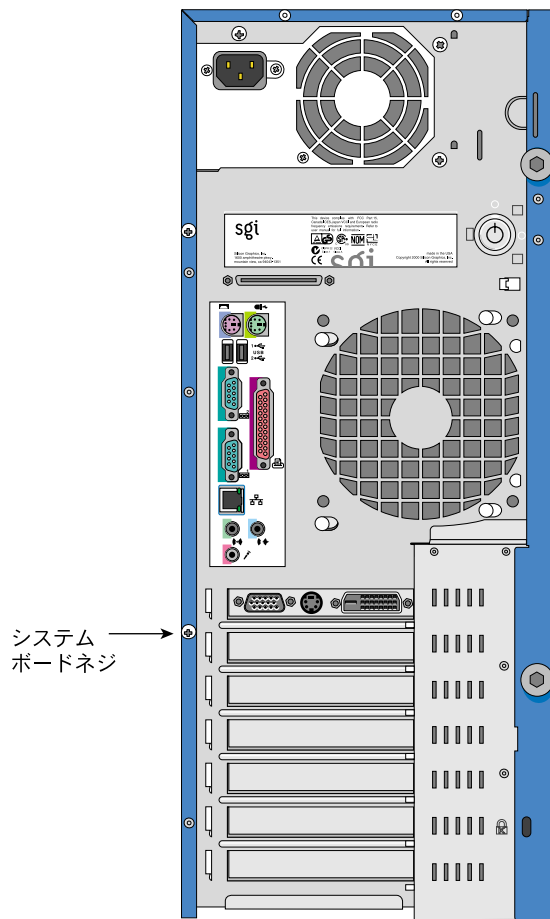

図 2-27 システムボードのネジの位置
9. システムボードのネジをゆるめます。図 2-27 に、ネジの位置を示します。
5. システムボードのネジを固定ブラケットに固定します。システムボードのネジの位置については、52ページの図2-27を参照してください。